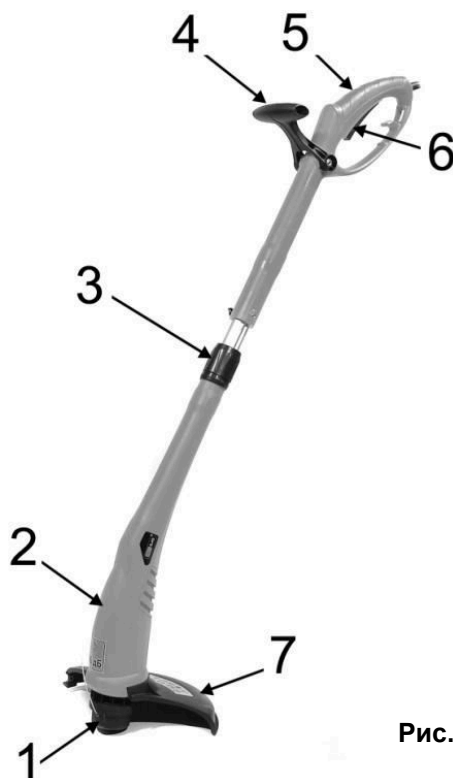

Рис. 1
- Для удобного управления триммером, обязательно используйте дополнительную ручку Т-образной формы (4)(См. Рис.1).
- Ручка Т-образной формы (4)(См. Рис.1) крепится на верхней штанге триммера.
- Для безопасной работы необходимо использовать защитный кожух (7)(См. Рис. 1) триммерной катушки! Эксплуатация триммера без защитного кожуха категорически запрещена!
- Нажмите на клавишу выключателя (6)(См. Рис.1), – триммер включится.
- Для выключения – отпустите клавишу выключателя (6)(См. Рис.1), и отсоедините триммер от сети питания.